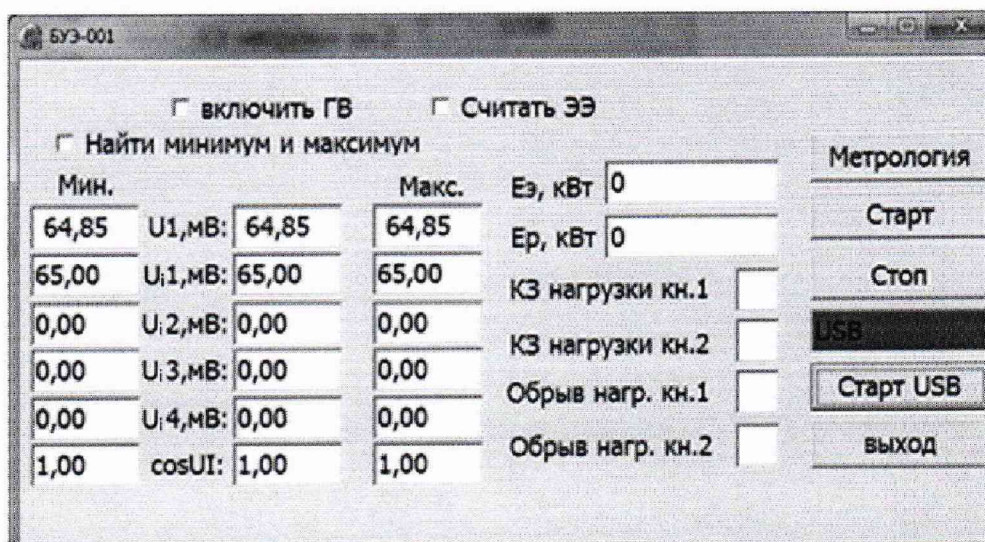

Рисунок 3 – Программа «BUE1.exe». «Старт USB»
8.3.1.2 В открывшемся окне нажать кнопку «Старт USB». После того как поле «USB» окрасится в зеленый цвет (см. Рисунок 3), с помощью эталона единицы напряжения переменного тока (далее - эталон) задать значение напряжения переменного тока 0,063 В.
8.3.1.3 Установить галочку «Найти минимум и максимум» (см. Рисунок 3). Дождаться появления значений в полях «Мин.» и «Макс.» для параметров «U1» и «U_{i1}» и записать значения в протокол поверки. Снять галочку «Найти минимум и максимум».